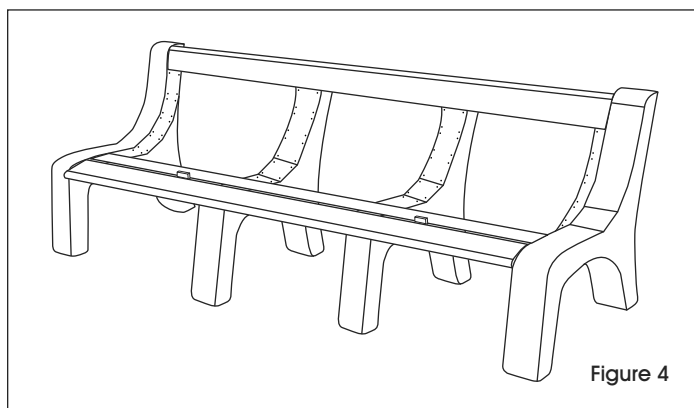

Figure 4
5. Install the next seat board adjacent to the front rounded board using the 3/8" spacers to ensure an even 3/8" gap between boards. Attach with screws fastened through the pre-drilled holes. (See Figure 4)
5. Installez la planche de siège adjacente à la planche frontale à bords arrondis en utilisant les entretoises de 3/8 po pour assurer un espace de 3/8 po entre les planches. Fixez-la en insérant les vis dans les trous prépercés. (Voir Figure 4)